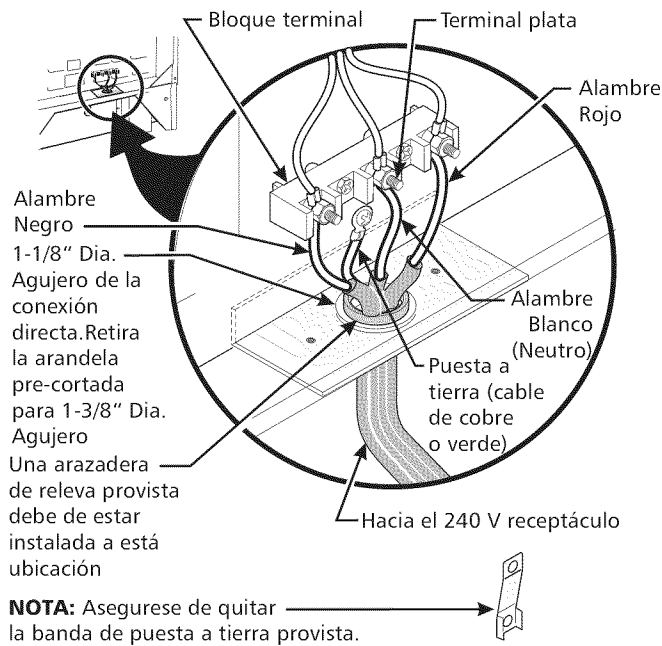

Figura 4
**NOTA:** La cocina corrediza eléctrica viene de fabrica con un agujero de diámetro 1 1/8" (2.9 cm) como se muestra en la figura 4. Si un agujero mas largo está necesario retire la arandela de la pre-cortada.
3. Utilizar los tuercas suministraron en el paquete de la literatura para conectar el alambre de tierra (verde) del cable de bronce del suministro eléctrico al armazón del electrodoméstico con el tornillo de la base, usando el hoyo del armazón por donde retiró la correa de la base (Figura 4).
Si el aparato está conectado directamente al corta circuito, a la caja de fusibles o a la caja de empalmes, use un cable blindado flexible o no metálico recubierto de cobre (con alambre a tierra). Provee una abrazadera relevo de anclaje homologado UL a cada extremidad del cable. A la extremidad del electrodoméstico, el cable pase a través del agujero de la conexión directa (Figura 4) en el cordón de la placa de montaje. El tamaño de los alambres (**alambre de cobre solamente**) y las conexiones deben estar conforme al régimen del electrodoméstico.